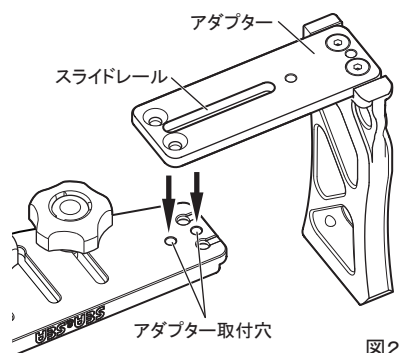

図2
**2 スライドレールをカメラトレイの裏側からアダプター取付穴に合わせる(図2)**